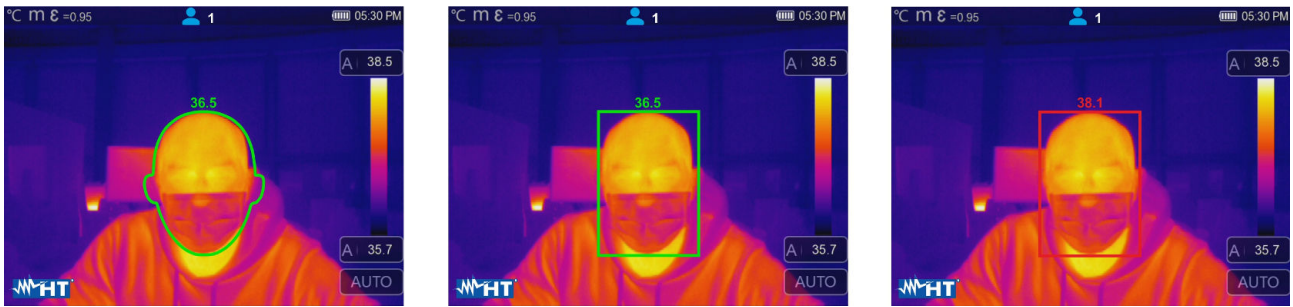

Fig. 32: Indicazione Modo Faccia
- L'area facciale diventa automaticamente rettangolare come mostrato nella Fig. 32
5. Se la temperatura facciale del soggetto inquadrato è **inferiore** alla soglia limite impostata, il valore sarà mostrato in colore **verde** nella parte superiore dell'area sagomata (vedere Fig. 32 – parte centrale)
6. Se la temperatura facciale del soggetto inquadrato è **superiore** alla soglia limite impostata, il valore sarà mostrato in colore **rosso** nella parte superiore dell'area sagomata (vedere Fig. 32 – parte destra)